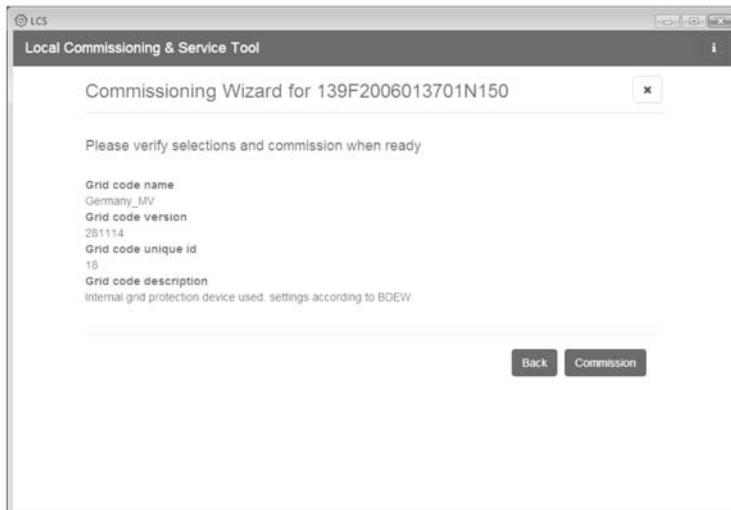

Abbildung 5.7 LCS-Tool - Überprüfung des Landes und des Grid-Codes
9. Das LCS-Tool fordert zur Bestätigung des ausgewählten Landes und des Grid-Codes auf. Siehe Abbildung 5.7. Eine falsche Konfiguration kann mittels der Schaltfläche [Back] und der Änderung der Einstellungen im vorherigen Fenster geändert werden.